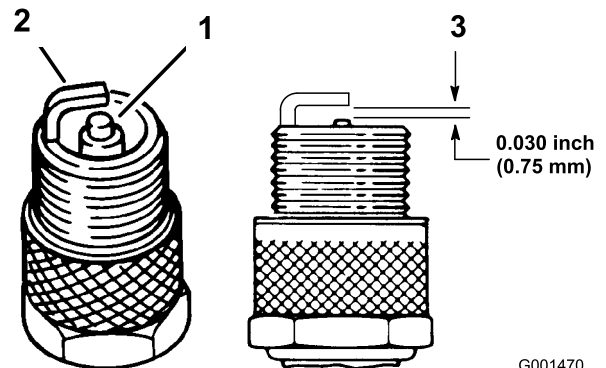

Figura 31
3. Compruebe el estado del electrodo lateral, el electrodo central y el aislamiento del electrodo central para verificar que no están dañados (Figura 31).
4. Ajuste la distancia entre los electrodos central y lateral a 0,76 mm (Figura 31).